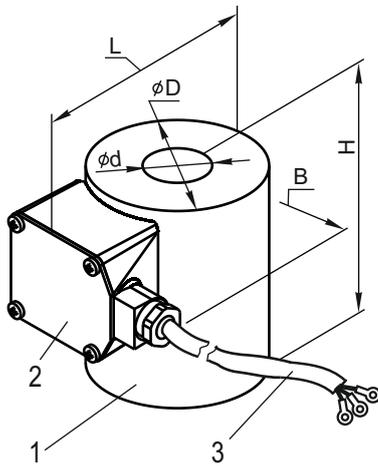

Рис. 1
2.1 Катушка 1 (см. Рис. 1) поставляется в комплекте с сводным устройством 2 и присоединительным кабелем 3 (вводное устройство залито компаундом совместно с присоединительным кабелем).